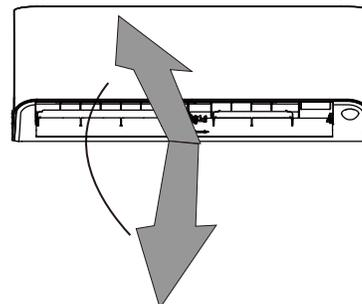

Fig. 14 – Position verticale du volet
1. Appuyez une fois sur **SWING ↓** sur la télécommande pour activer le volet. Chaque fois que vous appuyez sur **SWING ↓**, le volet se déplace de 6 degrés. Appuyez sur **SWING ↓** jusqu'à ce que la direction souhaitée soit atteinte (voir fig. 14).